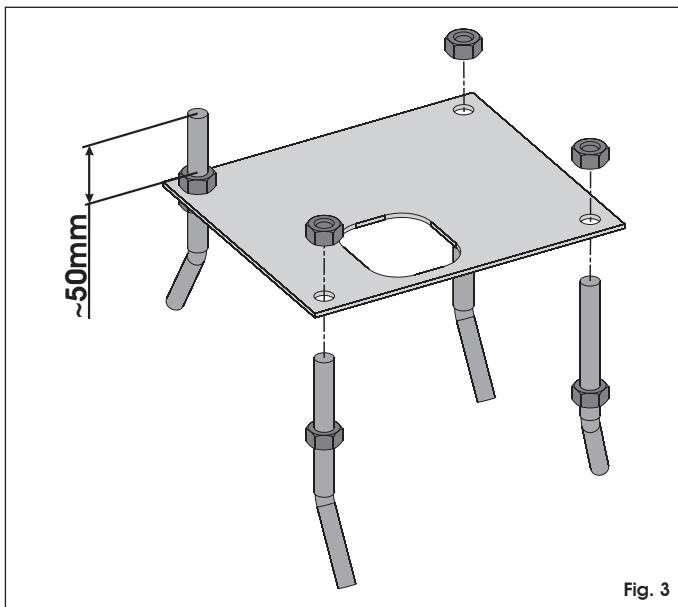

Fig. 3
1. Ensamble la placa de cimentación tal y como se indica en la Fig.3.